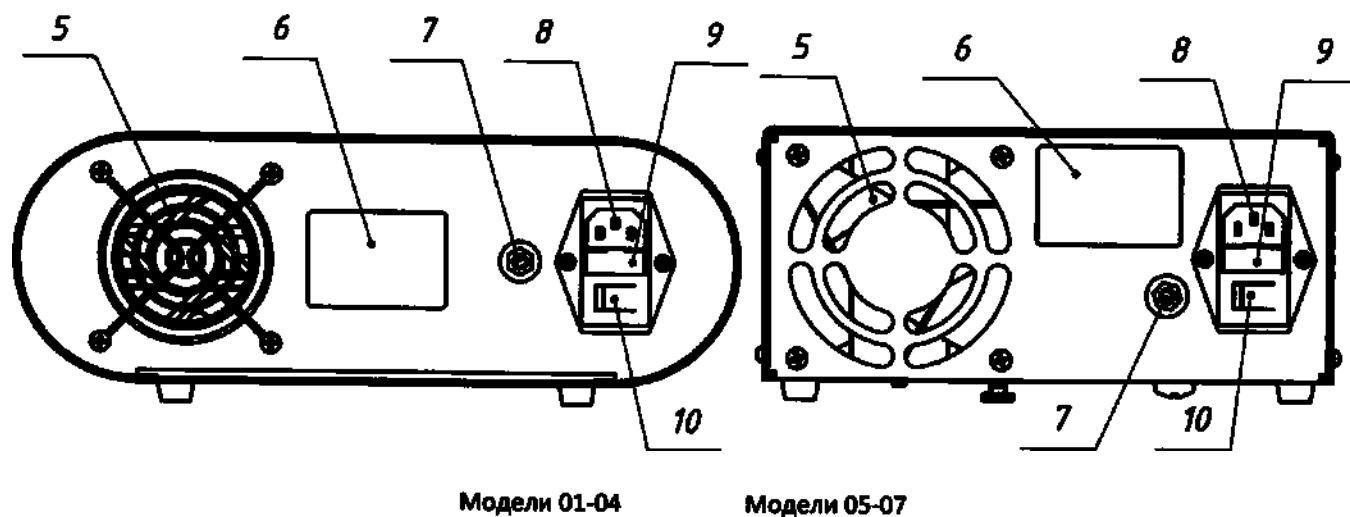

Рис.5. Задняя панель блока осветителя.
Маркировка изделия размещается на задней стенке блока осветителя (рис.5, поз.6) и на транспортной таре.
2. Подключить разъём выравнивания потенциалов на задней панели блока осветителя (рис.5, поз.7) к шине выравнивания потенциалов помещения.
3. Подключить кабель питания (рис.1, поз.3) к разъёму на задней панели блока осветителя (рис.5, поз.8) и к сети питания.
4. Включить выключатель на задней панели блока осветителя (рис.5, поз.10).
3. Отключить питание осветителя выключателем на задней панели блока осветителя (рис.5, поз.10).
1. Отключить кабель питания от питающей сети и/или перевести выключатель на задней панели (рис.5, поз.10) в положение «выключено».